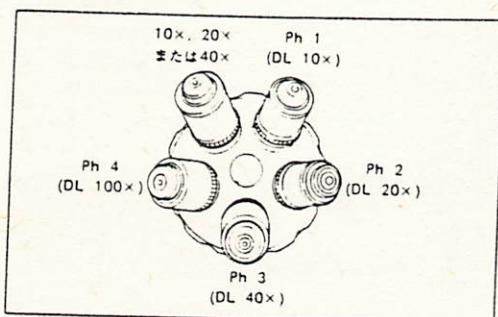

図2
- レボルバを時計方向に回転した場合に、Ph記号の数字が大きくなるよう位相差用対物レンズを取り付けます。(図2)